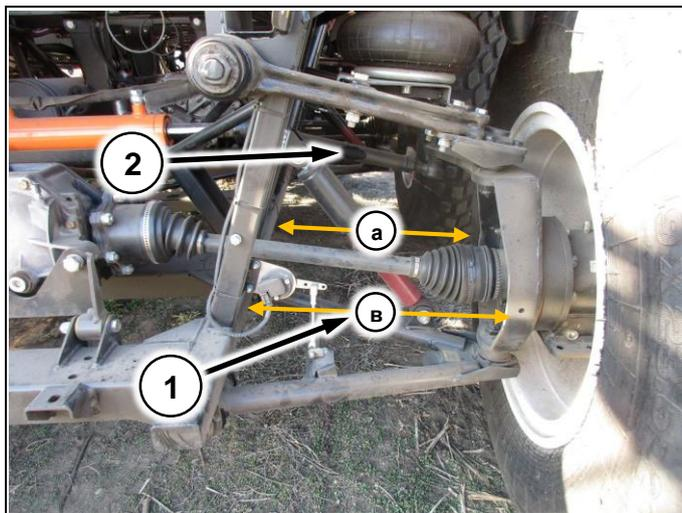

Рис. 71
2. Замерьте расстояние от нижнего профиля рамы до края редуктора, как показано на рисунке (а и в) (Рис. 71/1)
3. Вращая рулевую тягу (Рис. 71/2) добейтесь одинакового положения редуктора относительно рамы ($a=b$)